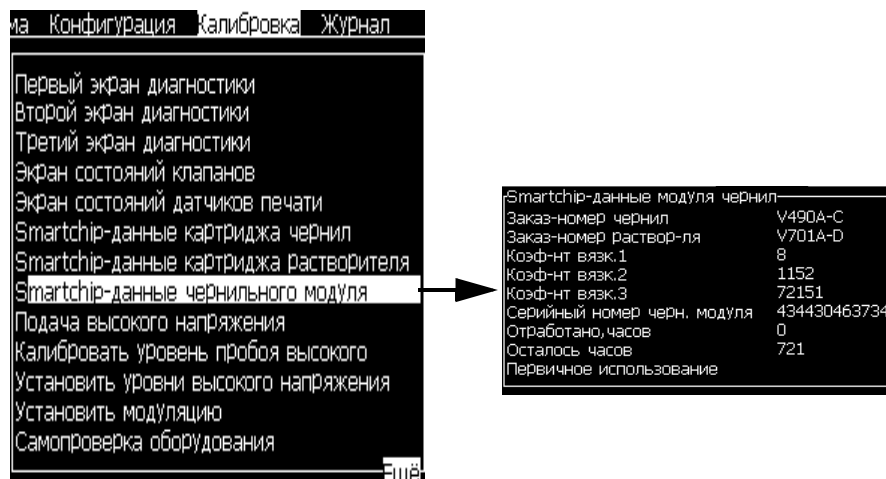

Рисунок 4-17: Просмотр данных смарт-чипа гильзы для катушки красящей ленты
- 1 Выберите *Просмотр данных смарт-чипа чернильного модуля* в меню *Калибровка* (Рисунок 4-17), чтобы просмотреть количество пройденных часов работы чернильного модуля, количество дней, в течение которых использовался модуль, и количество оставшихся дней. Значение количества часов работы чернильного модуля обнуляется только после его замены.